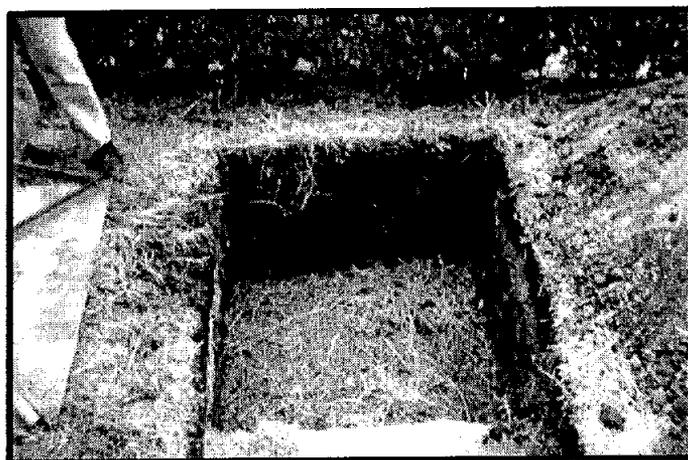

FIG. 16
2. Realice una excavación de 1.0 m. ancho X 1.0 mt. de largo X 0.80 mt. profundo (Fig. 16)